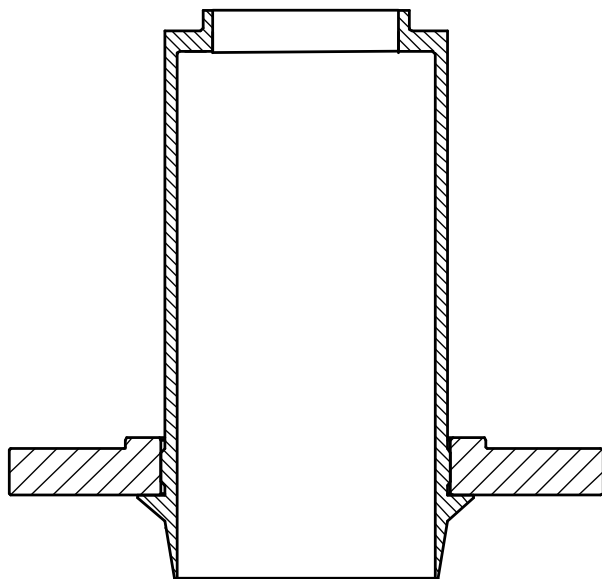

Рисунок 2.2 — Колокол
2.2.15 На грузоприемное устройство ИПС 11 установите колокол (Рис. 2.2).